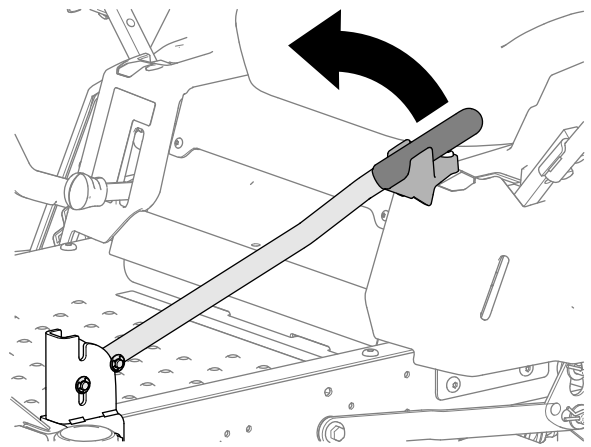

Figure 16
1. Faites pivoter la poignée de maintien, comme montré à la Figure 16.